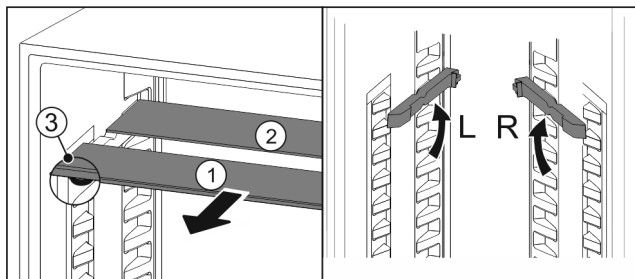

Fig. 195
- estrarre i ripiani di vetro singolarmente tirando in avanti Fig. 195 (1).
- Il piano in vetro Fig. 195 (1) con il motivo ornamentale è nella parte anteriore.
- I fermi Fig. 195 (3) sono rivolti verso il basso.